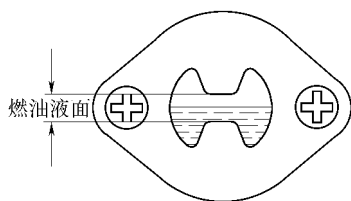

图 2-46 检查油面高度
(2) 检查油面高度。检查浮子室油面高度是否在观察窗的正确位置。如果不正确，则应检查针阀和浮子的油位高度，并按需要进行调整和修理，如图 2-46 所示。